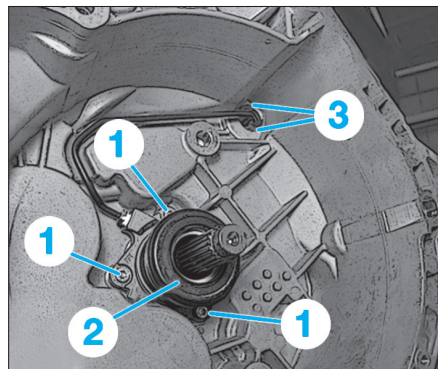

Fig. 17
- Déposer les vis de fixation (1) de la butée hydraulique d'embrayage (2) (Fig.17).
- Comprimer les agrafes (3) et retirer la butée hydraulique d'embrayage (2).